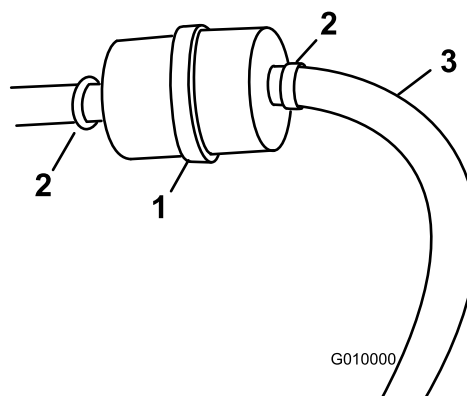

Figura 51
3. Desaperte as braçadeiras e faça-as deslizar para longe do filtro (Figura 51).
5. Instale um novo filtro nas mangueiras e fixe as braçadeiras (Figura 51).
3. Desaperte a braçadeira do tubo no filtro de combustível e deslize-o para cima do tubo de combustível, afastando-o do filtro (Figura 51).
4. Desligue o tubo de combustível do filtro (Figura 51).
Nota: Deixe gasolina drenar para uma lata ou recipiente de combustível (Figura 51).
6. Deslize a braçadeira do tubo para perto do filtro de combustível para prender o tubo de combustível (Figura 51).